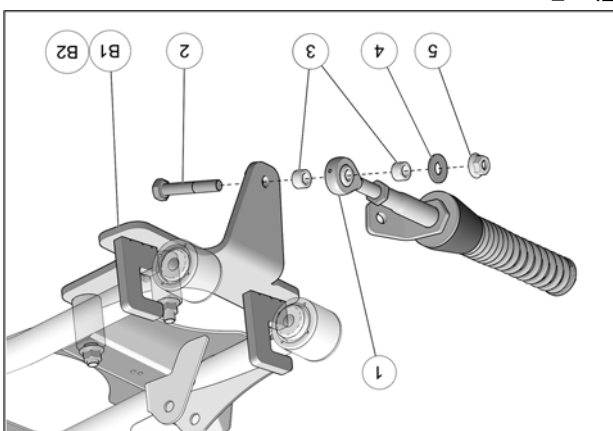

Fig. 7
7. Fixer le bras stabilisateur (1) au point d'ancrage de la plaque (B1-B2) au moyen du boulon M10x60mm (2), des espacateurs cylindriques (3), de la rondelle (4) et de l'écrou (5). Serrer à un couple de 70 N•m [52 lb•pi]. Voir la Fig. 7